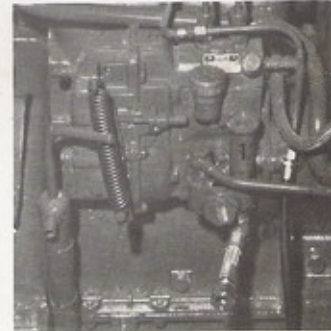

fig. 10
- Actionner la pompe d'amorçage 1 [fig. 10] jusqu'à ce que le gas-oil s'écoule sans bulles ;